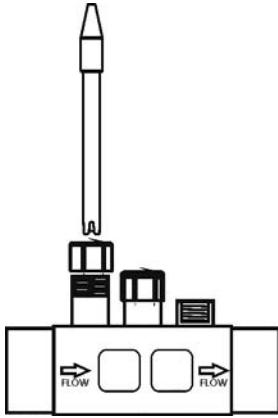

Abb. 12
1. Die mit dem Gerät gelieferten pH / ORP sensor in die entsprechenden Sensorträgerlagerungen einsetzen (Abb. 12).